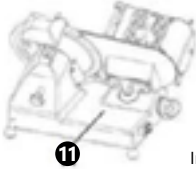

Imagen 9
- Limpie la bandeja de corte (119 y la carcasa con un paño húmedo y una pequeña cantidad de detergente neutro, y séquela completamente (imagen 9).